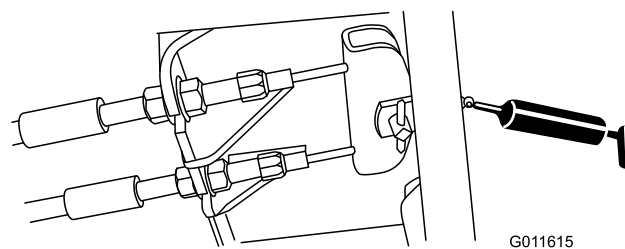

Figure 57
- Pédale de frein (1) (Figure 57)